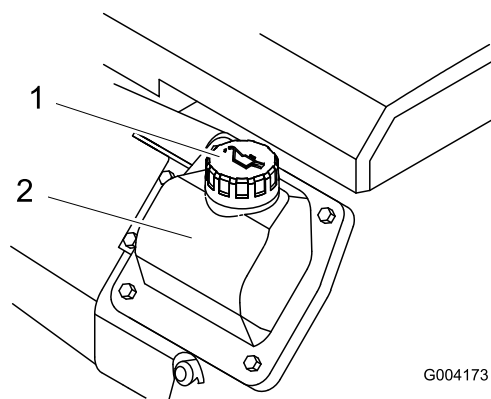

Figura 16
8. Se il livello dell'olio è basso, pulite attorno al tappo di riempimento dell'olio e rimuovete il tappo (Figura 16).